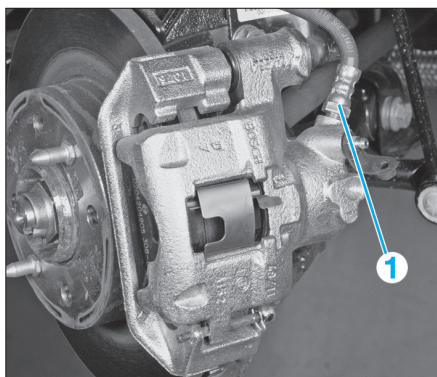

FIG. 3
- Débrancher le flexible (1) de frein de l'étrier (Fig.3).